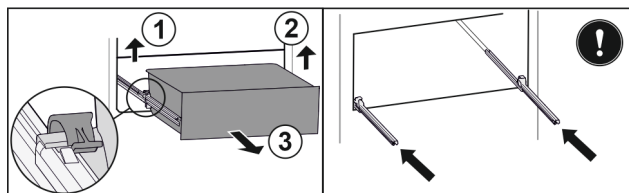

Fig. 101
- Sollevare il morsetto sinistro e allo stesso tempo tirare in avanti il cassetto sinistro. *Fig. 101 (1)*
- Sollevare il morsetto destro e allo stesso tempo tirare in avanti il cassetto destro. *Fig. 101 (2)*
- Rimuovere il cassetto tirandolo in avanti. *Fig. 101 (3)*